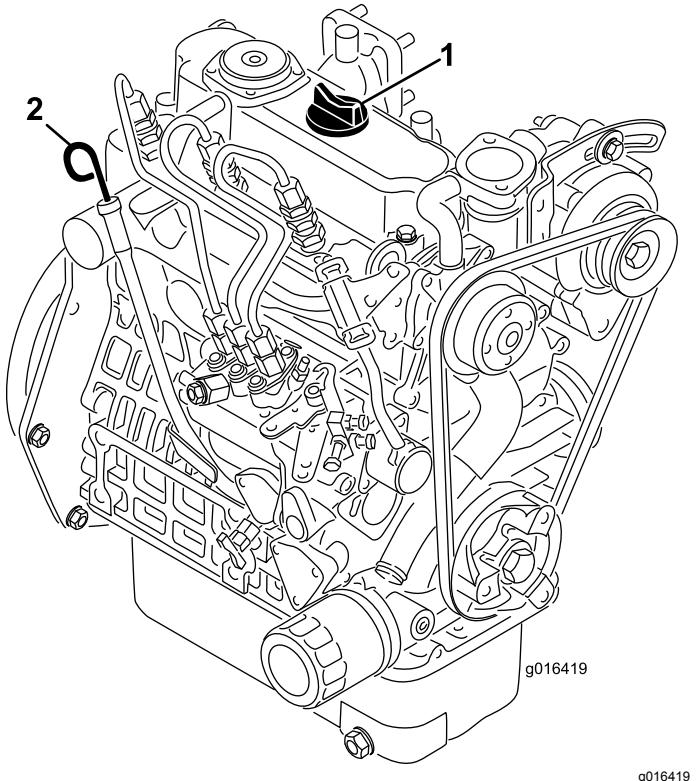

Figura 22
2. Retire la varilla y límpielas con un paño limpio (Figura 22). Introduzca la varilla en el tubo asegurándose de que entre a fondo. Retire la varilla del tubo y verifique el nivel de aceite. Si el nivel de aceite es bajo, retire el tapón de llenado de la cubierta de la válvula y añada **lentamente** suficiente aceite para elevar el nivel a la marca "Full" (Lleno) de la varilla. Añada el aceite lentamente y compruebe el nivel a menudo durante este proceso. **No llene demasiado.**